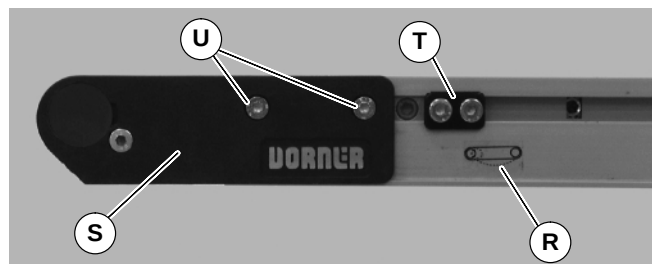

Abbildung 17
4. Die Spannbodenschrauben (AM) an jeder Seite des Antriebsmoduls entfernen.
5. An den Fingergreiflöchern (AN) den Spannboden öffnen (AO), um die Gurtspannung zu verringern.
6. Am Spannende des Förderbandes, das mit einem  Etikett gekennzeichnet ist (R siehe Abbildung 17), vordere Deckplattengruppe hineindrücken (S): Zu beiden Seiten des Förderbandes die Spurführungsnocken lockern (T) (falls damit ausgestattet) und von den vorderen Platten weg bewegen, dann die Befestigungsschrauben lösen (U), und vordere Plattengruppe nach innen schieben.